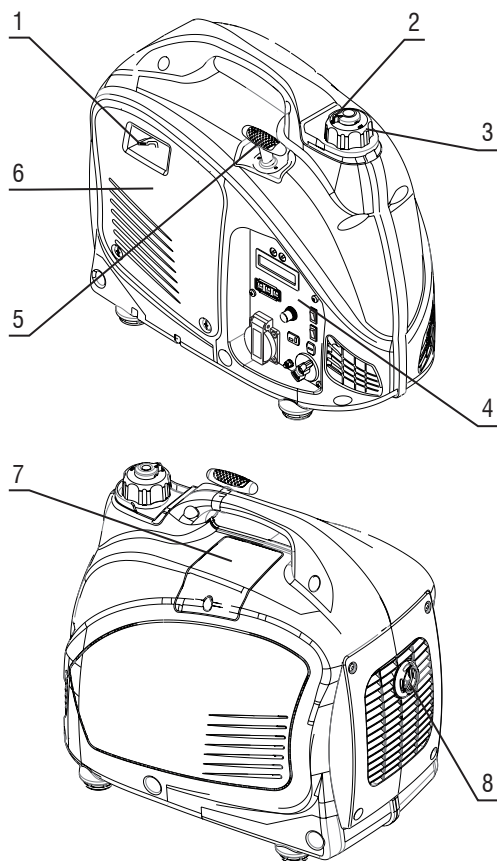

Fig. 1 – Componentes
2. Remova a tampa de manutenção do filtro de ar (6) (fig. 1);
3. Remova a tampa do nível do óleo (22);
5. Coloque a tampa do nível do óleo (22) e, sem aparafusar, verifique o nível do óleo;
6. Se o nível indicado na vareta (23) estiver entre a marca superior e inferior, feche a tampa do nível de óleo (22). Se o nível estiver abaixo do limite